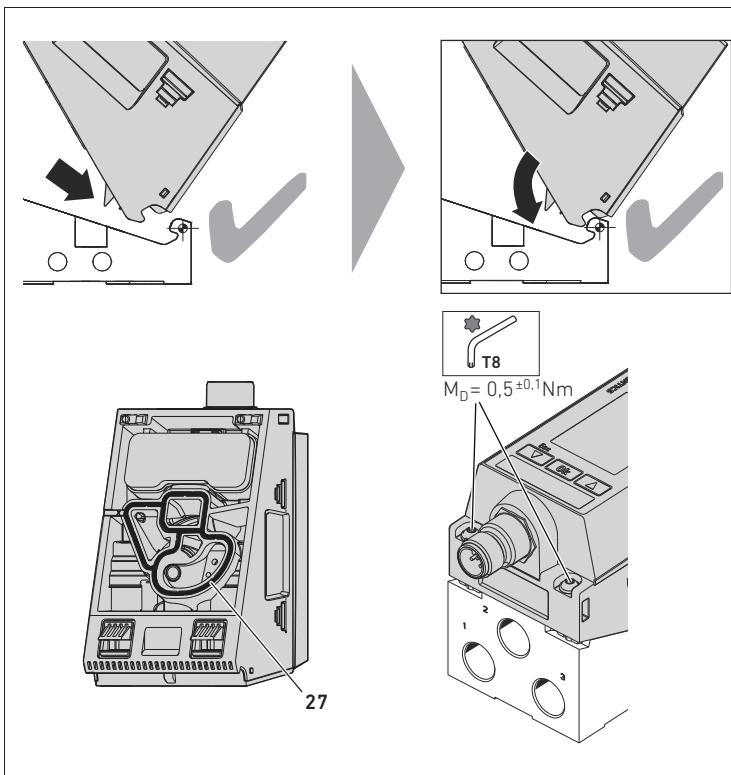

Fig 9: Montera tryckregulator EV03 på basplattan
- Placer EV03 snett på vridaxeln (se bild 9).
- Fäll ner EV03, så att den sitter fast i EV03-basplattan. Se till att tätningen sitter korrekt. (27) i tryckregulatorn.